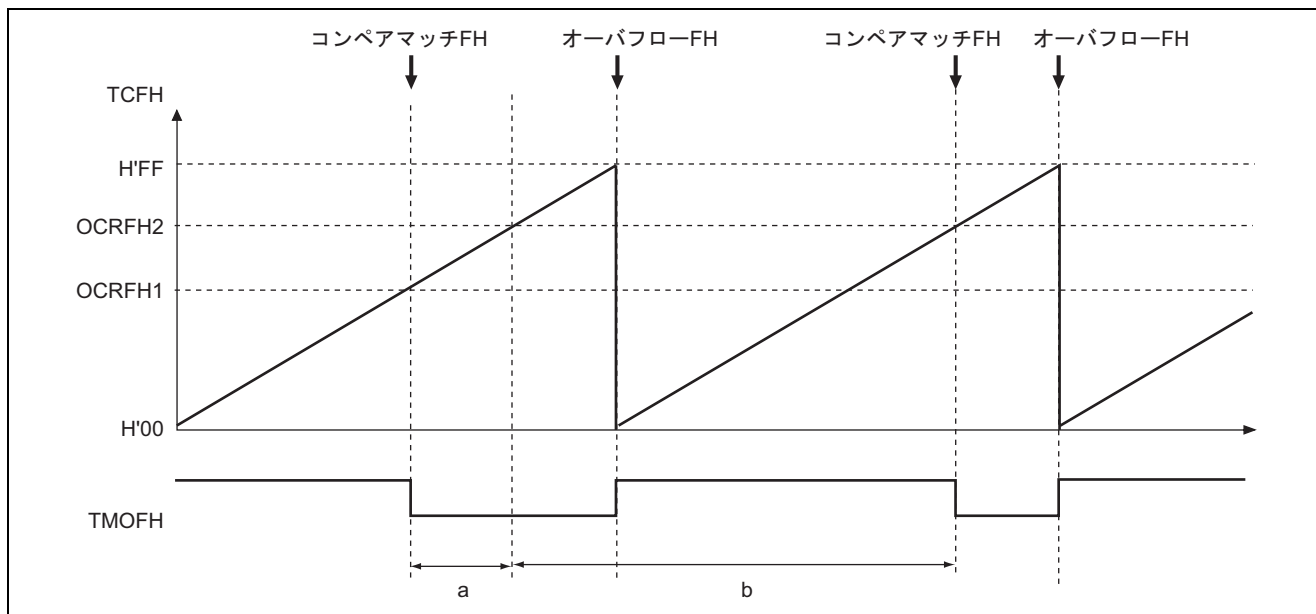
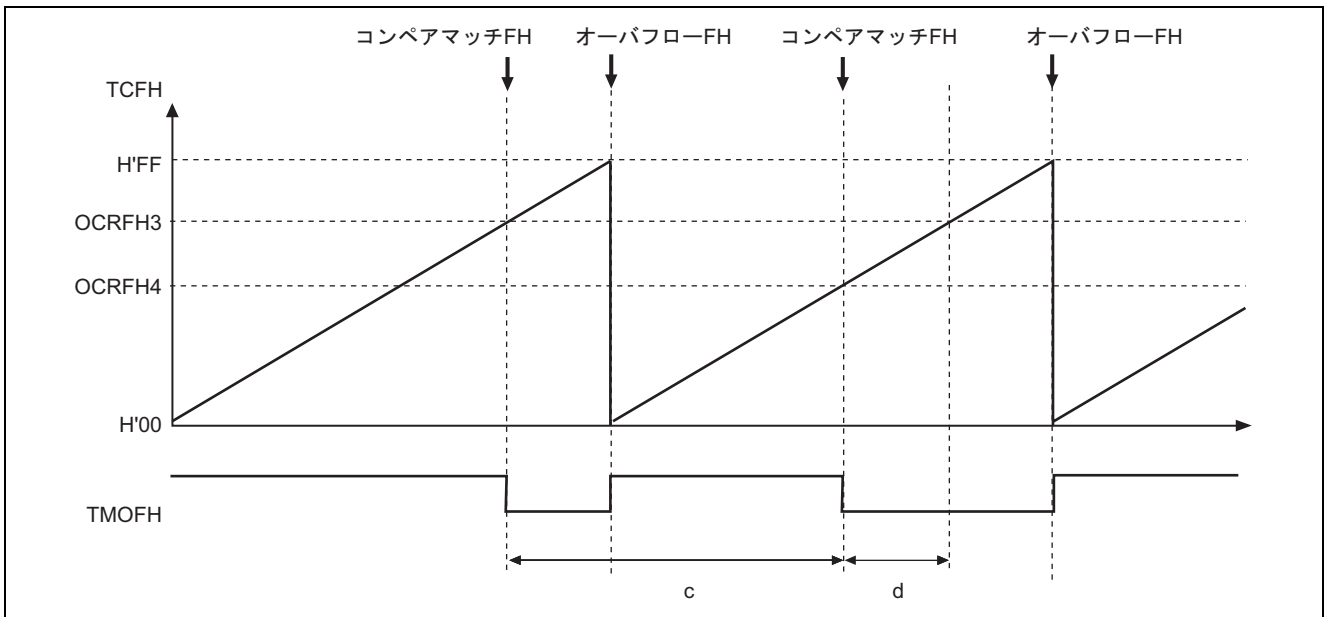

図 4 デューティを大きくする場合の OCRFH 書き換えタイミング
図 5 デューティを小さくする場合の OCR₁FH 書き換えタイミング
c. デューティを大きくする場合，OCRFH は図 4 に示すタイミングで書き換えます。
- OCRFH の内容は，OCRFH に書き込むと同時に更新されます。デューティを大きくする場合，図 4 の区間 a で OCRFH を書き換えると，オーバーフロー割り込みの前に，連続してコンペアマッチ FH が発生し，正常な PWM 波形になりません。このため OCRFH は，図 4 の区間 b で書き換える必要があります。
d. デューティを小さくする場合，OCR₁FH は図 5 に示すタイミングで書き換えます。
- OCR₁FH の内容は，OCR₁FH に書き込むと同時に更新されます。デューティを小さくする場合，図 4 の区間 d で OCR₁FH を書き換えると，次のコンペアマッチ FH が発生せず，正常な PWM 波形になりません。このため OCR₁FH は，図 5 の区間 c で書き換える必要があります。